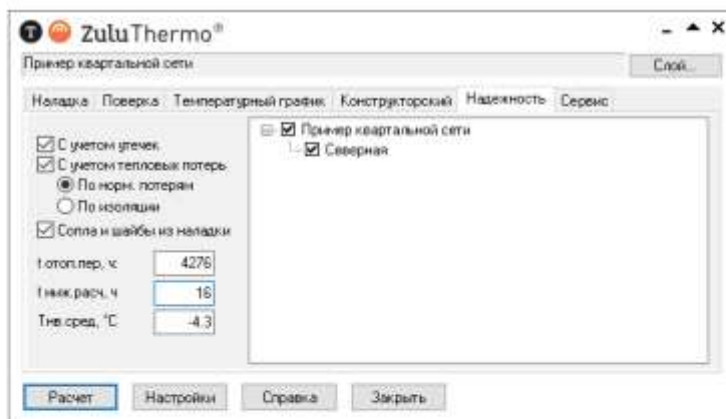

Рисунок 15.3. Выбор источника для расчета
4. Отметьте источник, для которого будет производиться расчет и установите флажок напротив соответствующего названия. (смотрите Рисунок 15.3, «Выбор источника для расчета»)